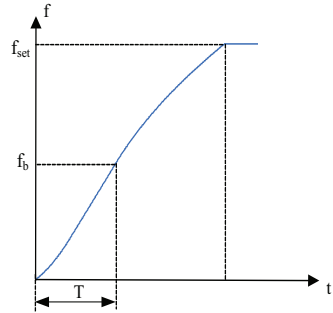

图5-23 S曲线加减速B示意图
- 2：S曲线加减速B——在此加减速曲线中，电机额定频率 f_b 总是S曲线的拐点。如图5-23所示。一般用于在额定频率以上的高速区域，需要短时加减速的场合。当设定频率在额定频率以上时，加减速时间为：
功能码P4-08和P4-09分别定义了S曲线加减速A起始段和结束段的时间比例，且两者满足： $P4-08+P4-09 \leq 100.0\%$ 。图 5-23中t1即为参数P4-08定义的参数，在此段时间内输出频率变化的斜率逐渐增大。t2即为参数P4-09定义的时间，在此时间段内输出频率变化的斜率逐渐变化到0。在t1和t2之间的时间内，输出频率变化的斜率是固定的。